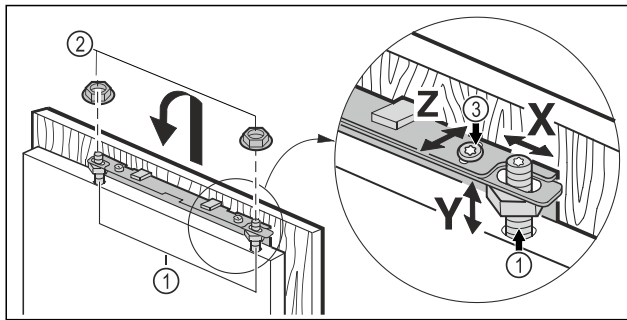

Fig. 46
- Ripusta kalusteovi säätöpultteihin Fig. 46 (1) ja ruuvaa vastamutterit Fig. 46 (2) löysästi säätöpultteihin.
- Kohdista kalusteovi korkeudeltaan Y:n ja sivuttaisen kaltevuuden mukaan: Säädä säätöpultteja Fig. 46 (1) ruuvimeisselillä.
- Kiristä vastamutterit Fig. 46 (3).